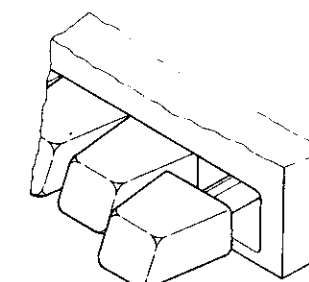

Fig. 7
- 9.1 Die entsprechende Taste laut Fig. 7 herausziehen.
- 9.1 Pull pushbutton to be exchanged as per fig. 7.